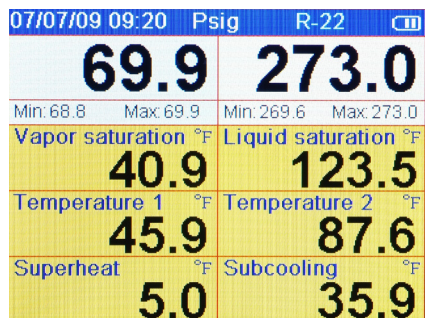

Figura 3-3. Tercera pantalla del analizador del sistema
- La tercera pantalla (vea la Figura 3-3) es la misma que la primera excepto por la exclusión del gráfico de tiempo-presión XY.